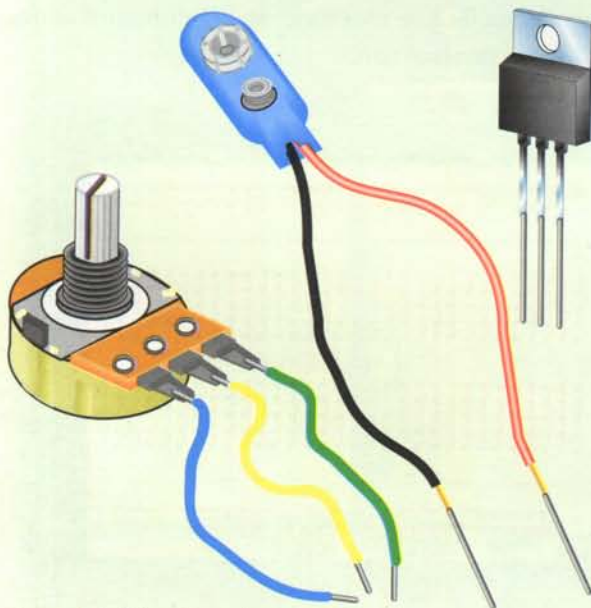

Figura 4.5. Extensión de los terminales de los componentes para no averiar los contactos
- Nunca inserte en los contactos del protoboard cables o componentes cuyos terminales tengan un diámetro mayor al de los orificios del protoboard; esta es la principal causa de daños. Para solucionar el problema, suelde cables delgados y cortos a los terminales gruesos de los componentes. **Figura 4.5**